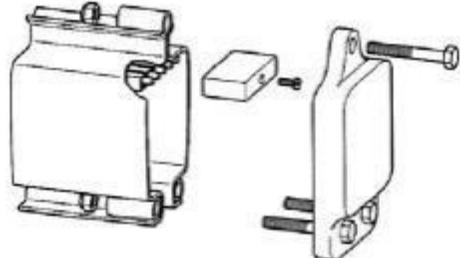

图 11
- JKBK II 滑触线轨道非接线端，用自攻螺钉将滑触线终端护套拧紧到中央滑触线（接地保护导体）上，再用带缓冲器的轨道端盖将轨道封闭。（见图 11）